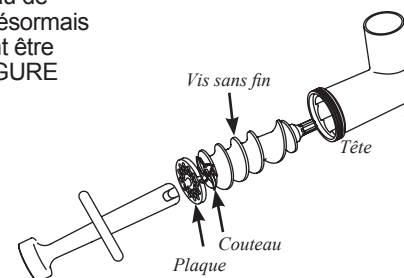

FIGURE 15
5. La vis sans fin, le couteau de hachoir et la plaque sont désormais libérés de la tête et peuvent être nettoyés comme il faut (FIGURE 15).